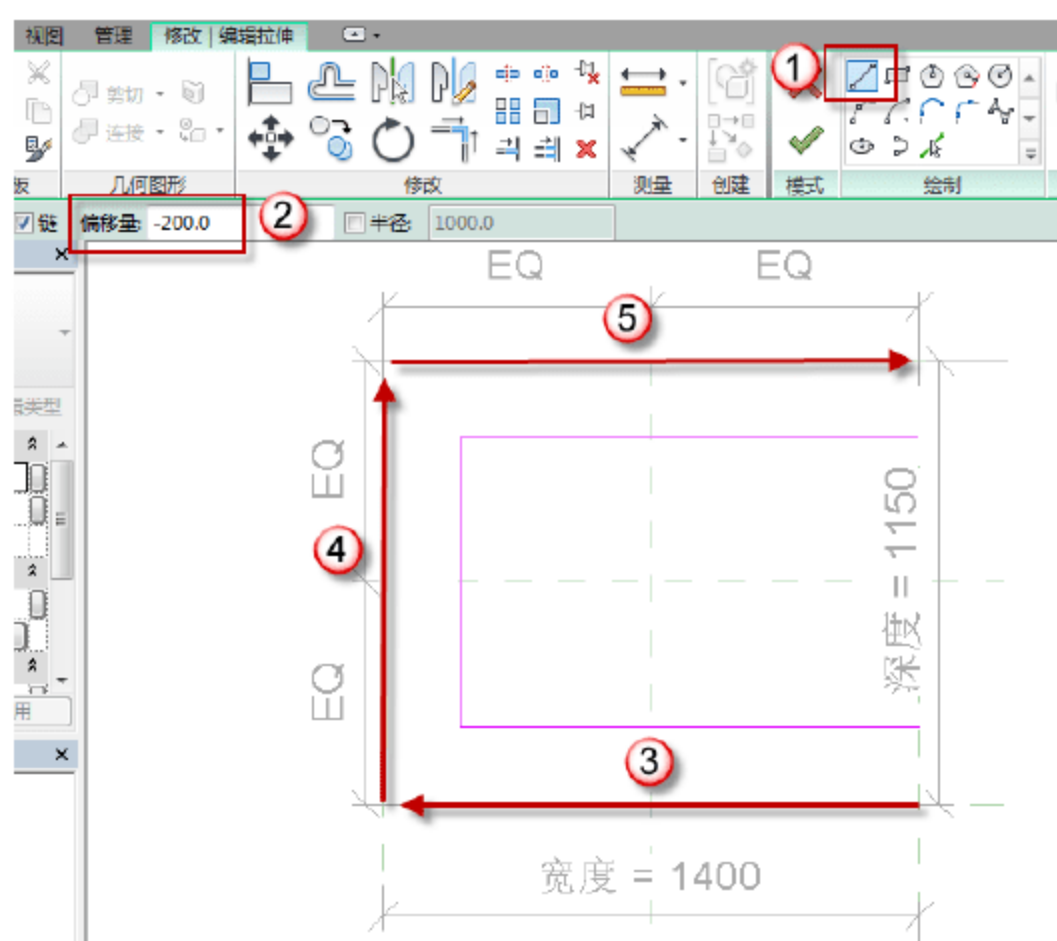
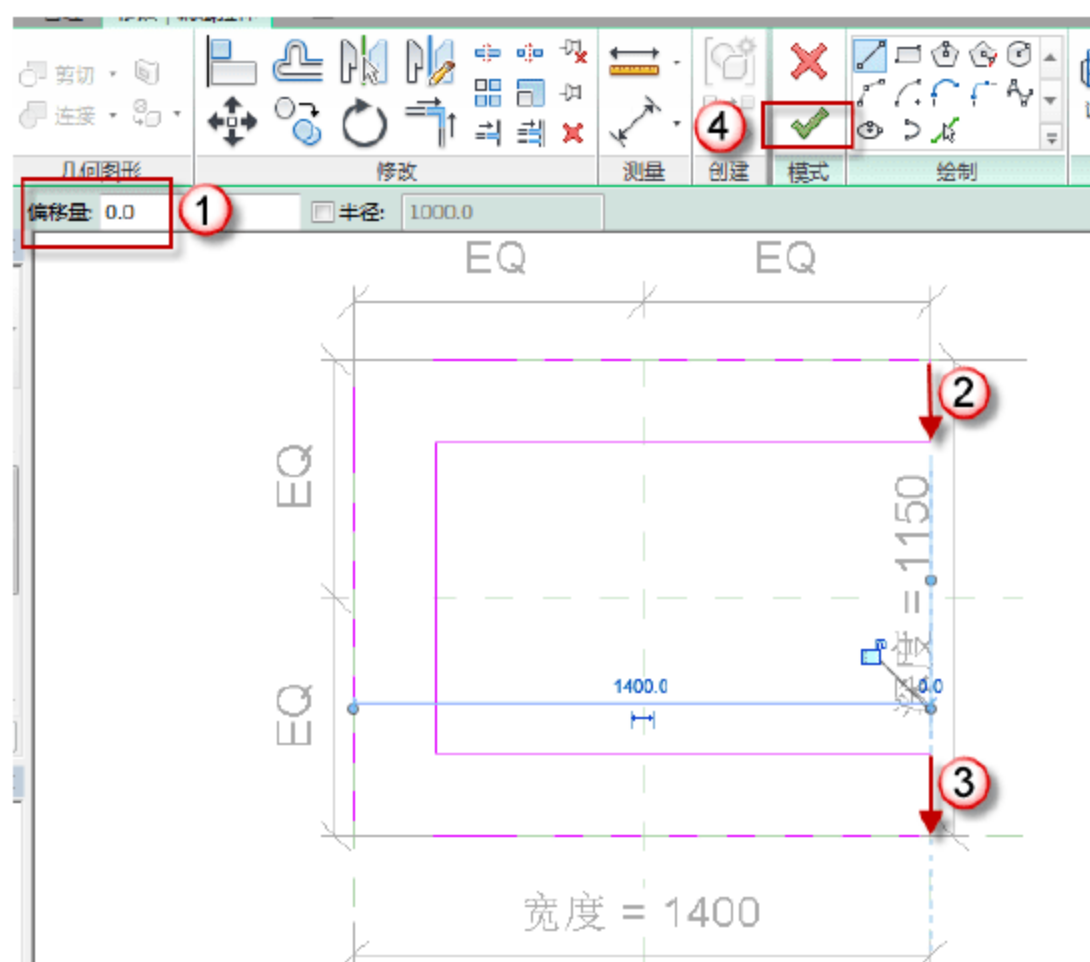

图 12.3.41 绘制孔道
图 12.3.42 闭合孔道
(6) 绘制孔道。双击柱截面，删除其中一条边线，在“绘制”任务栏中选择“直线”绘图方式，同时将“偏移量”改为“-200”，然后绘制孔道，如图 12.3.41 所示。然后将“偏移量”改为“0”，将其闭合，最后在上下文关联选项板中单击√按钮，如图 12.3.42 所示。